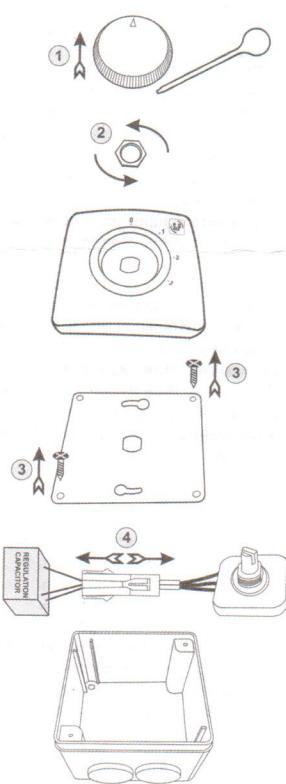

Fig. 1
1. Para conectar el KIT RC-HTB a un ventilador de techo de la gama HTB de S&P, primero deberá extraer el condensador de regulación ubicado dentro de la caja del regulador de velocidades de pared, suministrado de serie con el mismo ventilador de techo HTB. (Fig.1)
- To connect the RC-HTB KIT to a S&P HTB ceiling fan, first take out the regulator condenser inside the speed control box on the wall, which comes as standard with all HTB ceiling fans. (Fig. 1)
d'abord extraire le condensateur de régulation qui se trouve à l'intérieur de la boîte du régulateur de vitesses mural, fourni en série avec le même ventilateur de plafond HTB. (Fig. 1)
1. Per collegare il KIT RC-HTB ad un destratificatore della gamma HTB di S&P, come primo passo bisognerà estrarre il condensatore relativo alla regolazione posto all'interno della cassa del regolatore di velocità posto a parete, fornito di serie con lo stesso ventilatore HTB. (Fig.1)